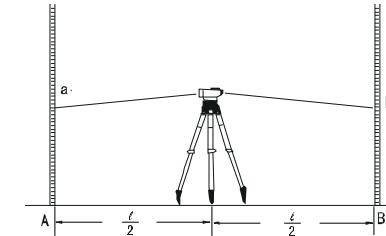

Fig.12
(1) Placez l'instrument entre A et B. La distance entre le personnel A et B est de 30 à 40 M. Les lectures sont  $a_1$  et  $b_1$  (Figure 12).